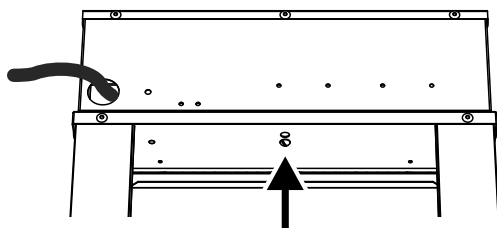

Figura 2
- 4 - Se, por alguma eventualidade, não for possível remover os detritos maiores da cuba pela válvula esfera, remova o painel retirando o parafuso localizado na parte de baixo no centro do painel (Figura 2);